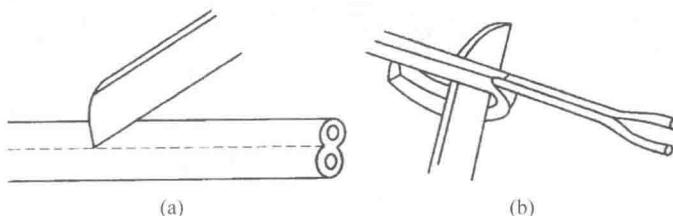

图 1-11 塑料护套线绝缘层的剖削
① 首先按所需长度用电工刀刀尖沿芯线中间缝隙划开护套层,如图 1-11(a)所示。
② 然后向后翻起护套层,用电工刀齐根切去,如图 1-11(b)所示。
③ 在距离护套层  $5 \sim 10\text{mm}$  处,用电工刀以  $45^{\circ}$  角倾斜切入绝缘层,其他剖削方法与塑料硬线绝缘层的剖削方法相同。